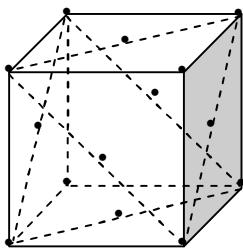

Рисунок 2.1.1. - Гранецентрована (ГЦК) решітка.
4. Число часток, що приходиться на одну елементарну комірку  $N_{\text{ком.}}$ , обчислюють, враховуючи її форму. Атоми розташовані у вузлах і в середині кожної грані (рис.2.1.1). Кожний атом увузлі певної комірки розміщується на 1/8 її частини, тому що він належить одночасно 8 коміркам у просторовій решітці. Тому число атомів, що приходиться на одну комірку, дорівнюватиме  $1/8 \cdot 8 = 1$ .